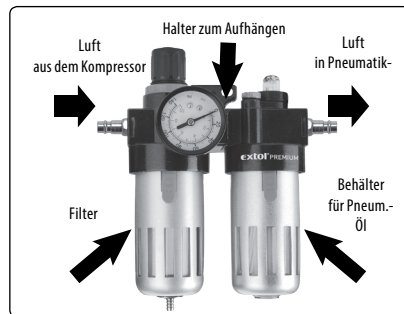

Abb. 12, Beschreibung der Aufbereitungsanlage Extol® 8865105
2. Schließen Sie an den Eingang der Aufbereitungsanlage über einen Schlauch die Luft aus dem Kompressor an. Schließen Sie an den Ausgang der Aufbereitungsanlage einen Luftschlauch an und diesen an den Lufteingang der Schleifmaschine, siehe Abb. 12.